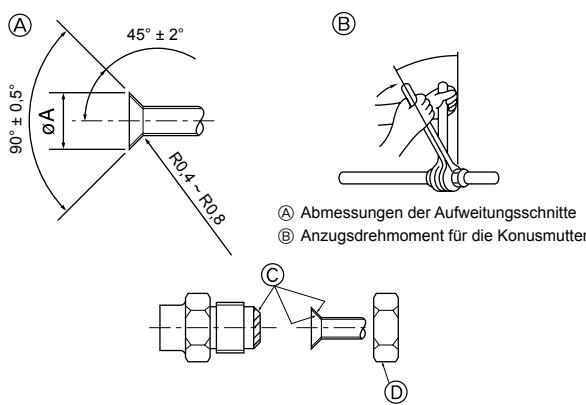

Fig. 4-1
- Vor dem Anziehen der Konusmutter eine dünne Schicht Kältemittel-Öl auf das Rohr und auf die Oberfläche des Sitzes an der Nahtstelle auftragen. (A) (Fig. 4-1)
- Mit zwei Schraubenschlüsseln die Rohrleitungsanschlüsse fest anziehen. (B) (Fig. 4-1)
- Tragen Sie Kältemaschinenöl auf die gesamte Konusauflagefläche auf. (C) (Fig. 4-1)
- Die Konusmuttern für die nachstehende Rohrgröße verwenden. (D) (Fig. 4-1)
(A) (Fig. 4-1)
(B) (Fig. 4-1)